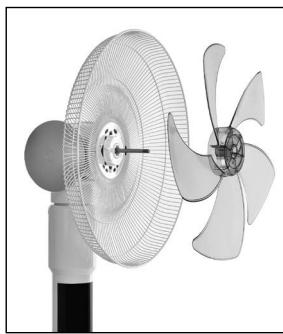

Abb. 6
8. Schieben Sie jetzt auch das Rotorblatt auf die Motorwelle, die 2 Pins an der Motorwelle müssen in die beiden Rillen in der Rotorblatt-Basis gleiten (Abb. 6). Fixieren Sie das Rotorblatt mit der Rotorblatt-Mutter (2), indem Sie diese im Gegenuhzeigersinn in Richtung „Tighten“ drehen. Das Rotorblatt soll sich danach frei drehen können. (Abb. 7)